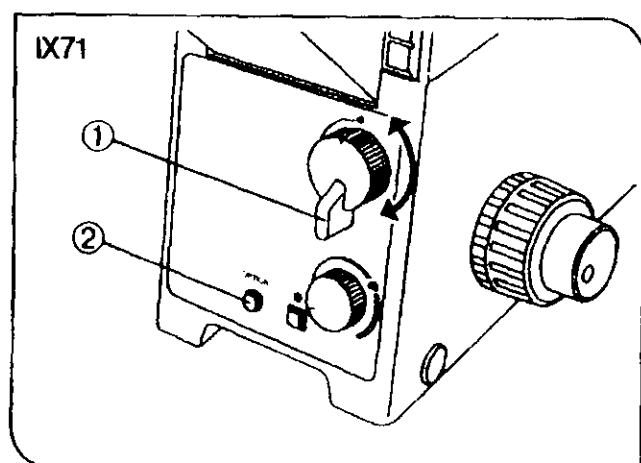

图 8
#### (2) 选择照明光路 (图 8 和 9)
#### (5) 选项钮 (仅适用于 IX71) (图 8)